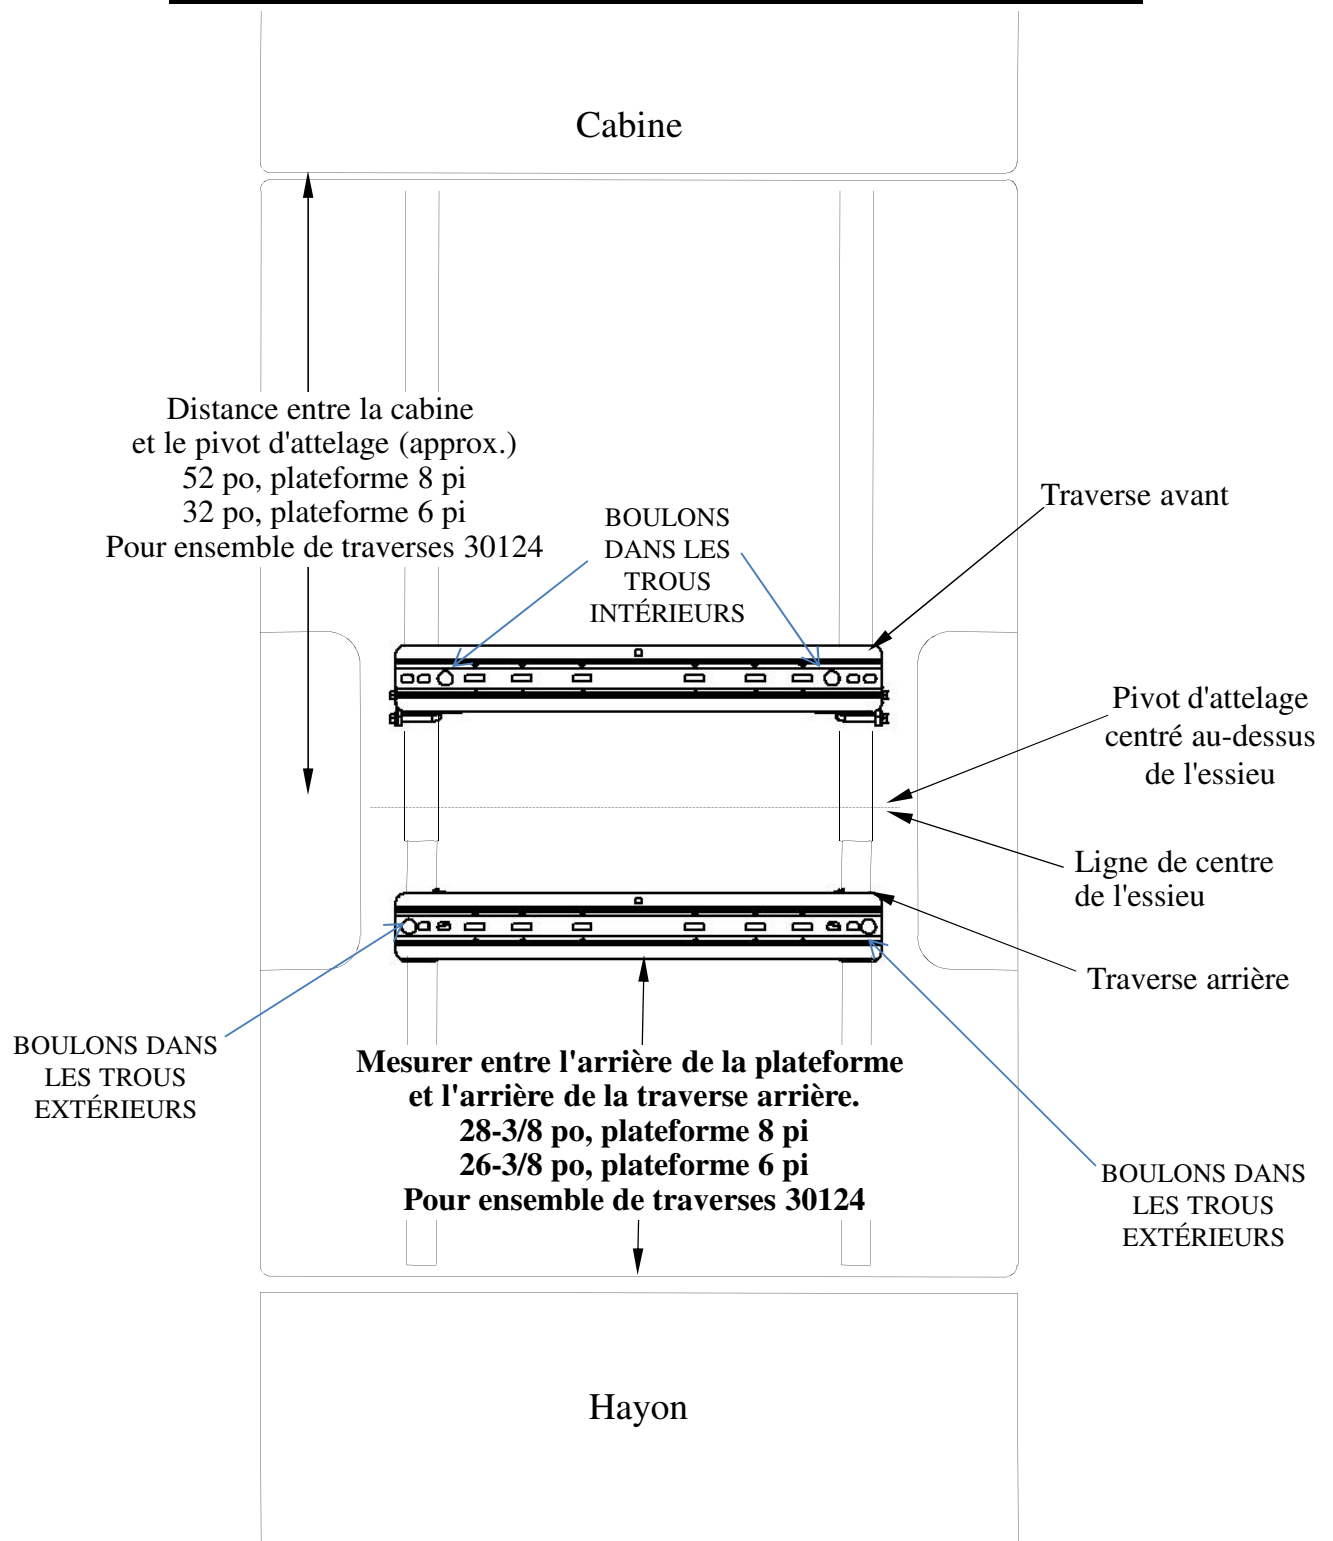

Figure 6
25. Placer la traverse de montage arrière dans la caisse de la camionnette. À l'aide du ruban à mesurer, centrer la traverse entre les joints de soudure sur la longueur du plancher de caisse, et déterminer la distance appropriée à partir du bord arrière de la caisse, comme illustré à la Figure 6 de la page 29.
26. Marquer l'emplacement des trous à l'aide d'un pointeau, comme illustré à la Figure 6. Écarter la traverse et percer chaque marque à l'aide d'une mèche 1/8 po. Les trous de la traverse arrière doivent passer à travers le support de plateforme.